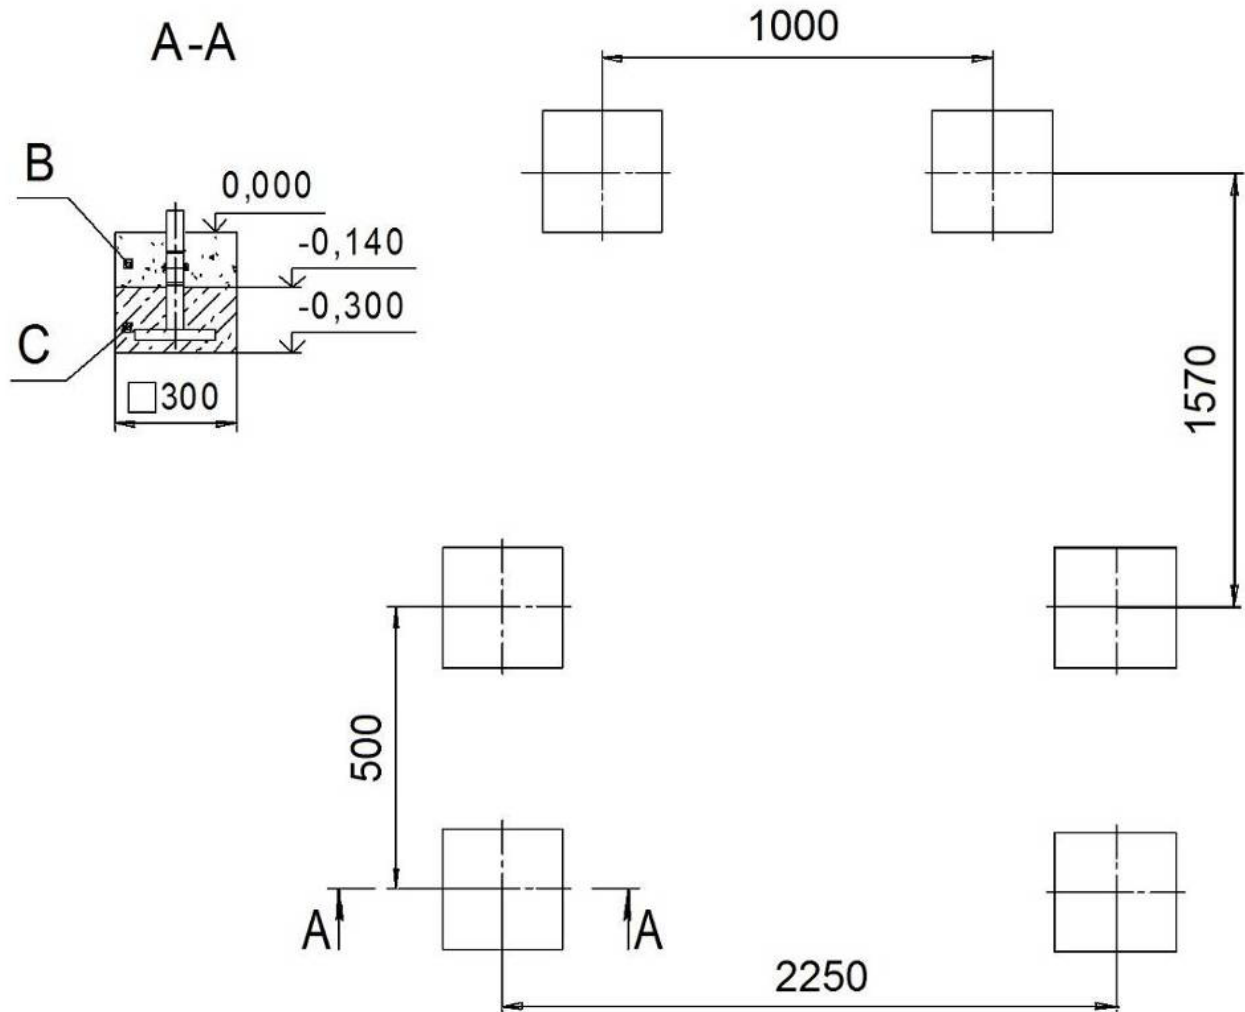

Рисунок 8
4.2. Схема модели **Midzumi Yokina ko** рисунок 8: